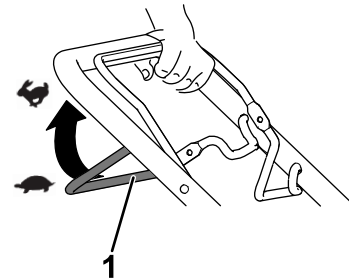

Figura 11
- Para activar la autopropulsión: apriete la barra de autopropulsión contra el manillar y manténgala en esa posición (Figura 11).